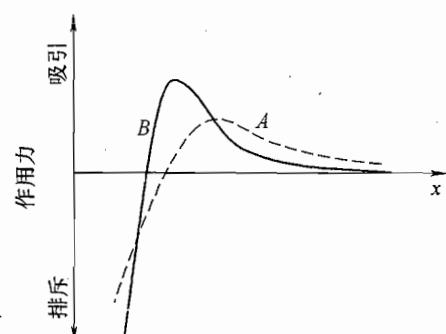

图 42-7 第二题第 1 小题第 (3) 题解答图
- (1)  $B$ 。
- (2)  $A$ 。
- (3) 见图 42-7。